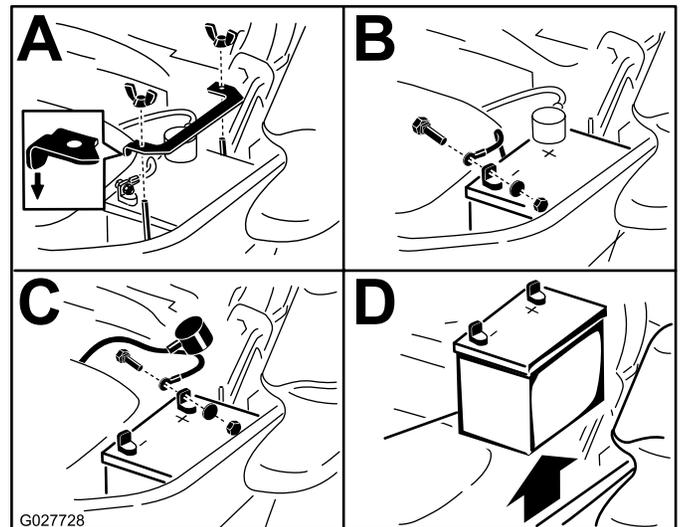

Figura 62
3. Desligue primeiro o cabo negativo (preto) da bateria do terminal negativo (-) (preto) da bateria (Figura 62).
4. Deslize a tampa do terminal vermelho para fora do terminal positivo (vermelho) e remova o cabo positivo (+) (vermelho) da bateria (Figura 62).
5. Retire a porca de orelhas que prende o grampo da bateria (Figura 62).
6. Retire o grampo (Figura 62).
1. Posicione a bateria na base com os polos terminais afastados do depósito hidráulico (Figura 62).
4. Prenda os cabos com 2 parafusos, 2 anilhas e 2 porcas de bloqueio (Figura 62).
6. Instale o grampo e fixe-o com a porca de orelhas. Figura 62